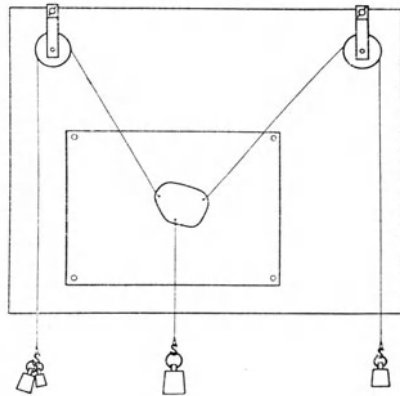

Fig. 44.
**Anleitung.** a) Befestige wie in Aufgabe 8 (S. 38) am Wandbrett zwei Rollen (Fig. 44). Fädle durch die Scheibenlöcher die Schnüre, binde ihre Enden fest, führe die beiden Seitenschnüre über die Rollen und belaste sie mit  $F_2 = 1$  [kg\*] und  $F_3 = 1,5$  [kg\*] und die Mittelschnur mit  $F_1 = 2$  [kg\*].